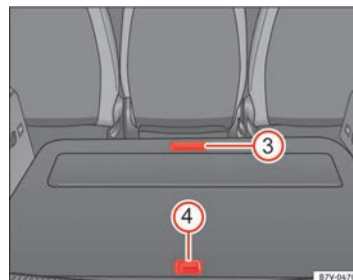

Fig. 115 Otros compartimentos en el piso del maletero
Abrir el compartimento delantero ⇒ fig. 115 ③ :	▷ Levante hacia atrás por el asa la parte anterior del piso del maletero.
Abrir el compartimento posterior ⇒ fig. 115 ④ :	▷ Levante por el asa la parte posterior del piso del maletero.